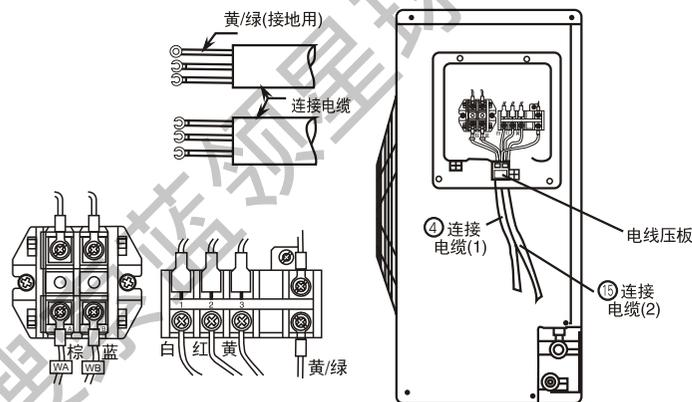

图15
- (1) 把连接电缆按电气接线图所示正确地牢固连接。(紧固力为0.8~1.5N·m)
- (2) 用电线压板将连接电缆压住后，用螺钉紧固，按图15安装。